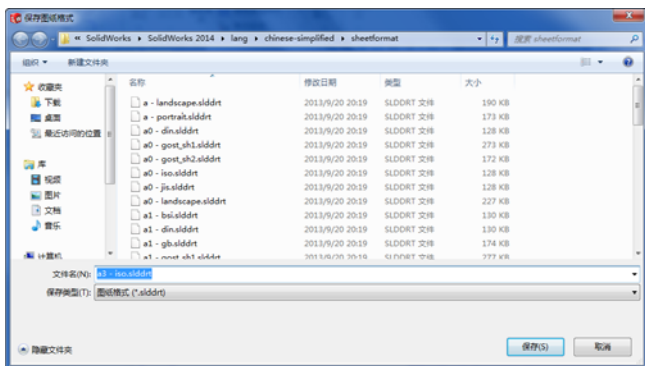

图 5-7 “保存图纸格式”对话框
(1) 执行“文件”→“保存图纸格式”菜单命令。系统会弹出图 5-7 所示的“保存图纸格式”对话框。